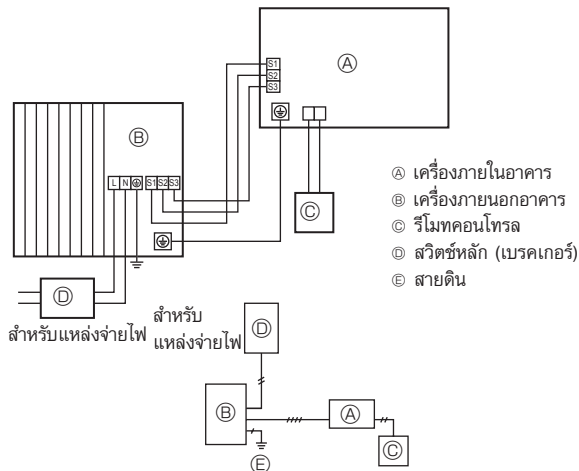
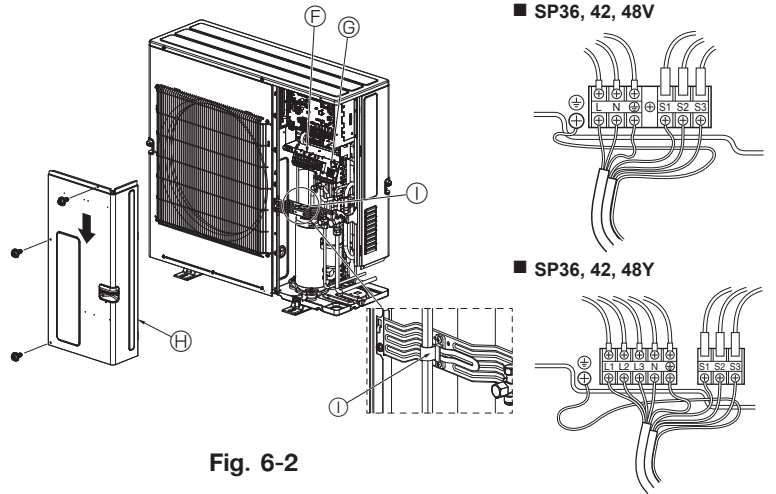

Fig. 6-1
Fig. 6-2
6.1. เครื่องภายในอาคาร (Fig. 6-1, Fig. 6-2)
- ① ถอดแผงตรวจซ่อมแซมออก
- ② เดินสายตามที่แสดงใน Fig. 6-1 และ Fig. 6-2